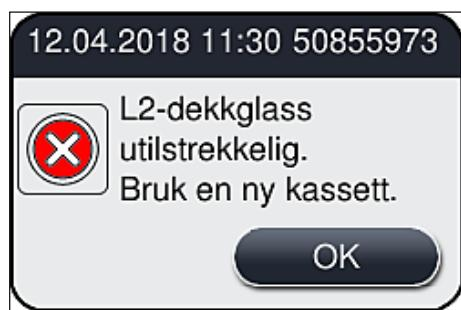

Fig. 54
- Hvis en forbruksartikkel brukes opp, sendes en tilsvarende varselsmelding til brukeren, for eksempel (→ Fig. 54).